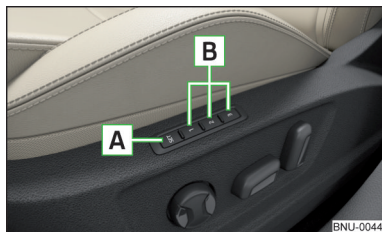

Fig. 81
La touche mémoire **B** sur le siège du conducteur permet d'enregistrer le réglage de la position du siège du conducteur et du rétroviseur extérieur » fig. 81.
- Maintenir la touche SET **A** » fig. 81 et enfoncer la touche mémoire **B** souhaitée simultanément dans un délai de 10 s. L'enregistrement est confirmé par un signal sonore.
- Mettre le contact et enfoncer la touche mémoire souhaitée **B** » fig. 81.